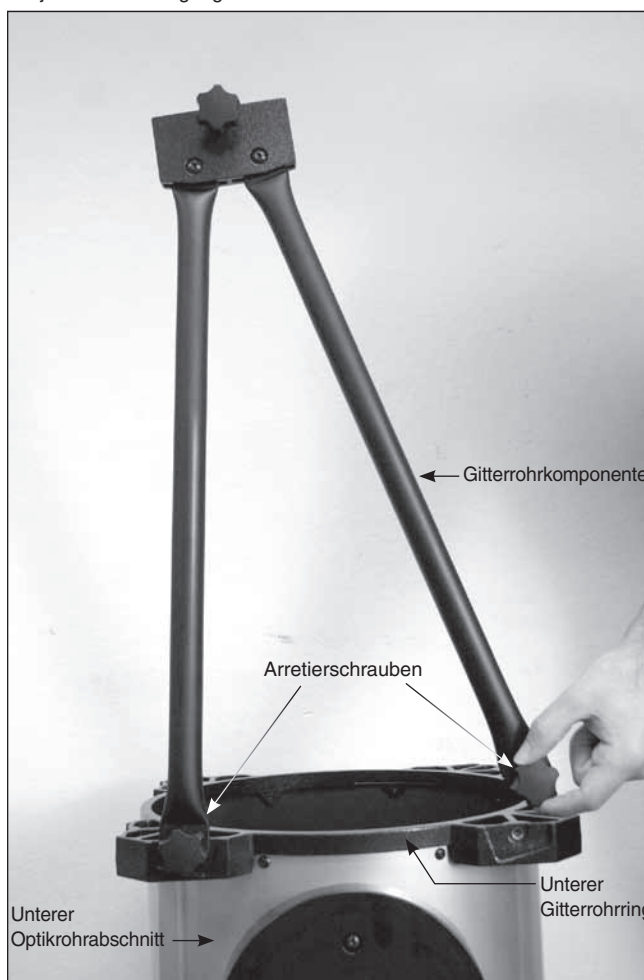

Abbildung 21 Die Arretierschrauben an den Stangenenden werden in die Bohrungen am unteren Gitterrohrring des unteren Optikrohrabschnitts geschraubt.
5. Befestigen Sie nun die vier Gitterrohrkomponenten am unteren Optiktrohrabschnitt. Schrauben Sie zunächst die acht Arretierschrauben an den Stangenenden in den unteren Gitterrohrhrring am unteren Optiktrohrabschnitt (Abbildung 21). Drehen Sie dazu die Schrauben einfach in die dafür vorgesehenen Bohrungen am Gitterrohrhrring. Ziehen Sie die Schrauben noch nicht vollständig fest.